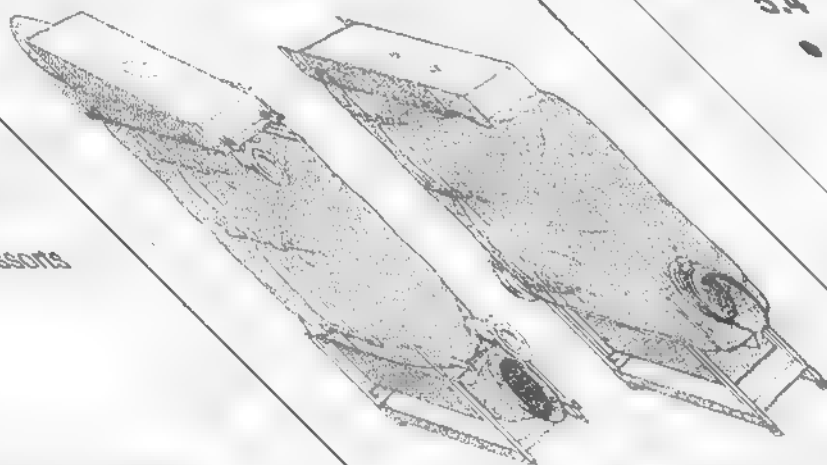

Fig. 9
el (fig. 9).
- Visser la traverse supérieure à gauche avec deux écrous sur les glissières supérieures, arêtes vers l'intérieur (fig. 9).
- Fixer les replis du matelas aux tendeurs (fig. 9).